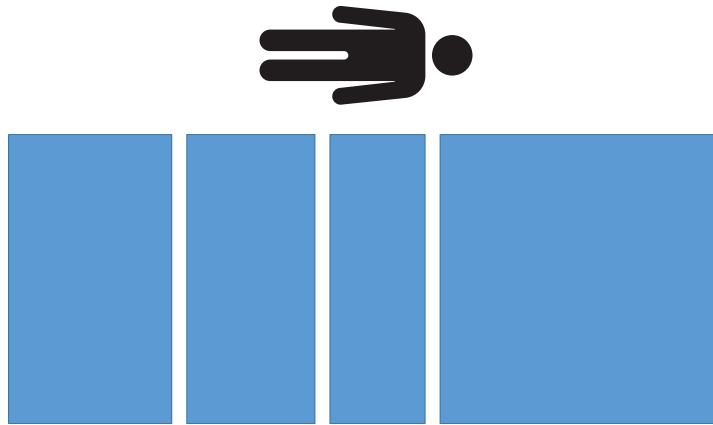

Figure 17 – Test d'excentricité - pas de poids
5. Retirer tous les poids étalonnés du produit (Figure 17).